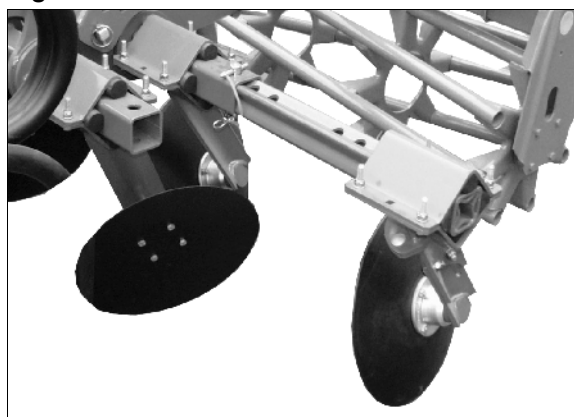

Fig. 19
- Randtallerkenerne kan anbringes og sikres i forskellige arbejdspositioner (Fig. 19).